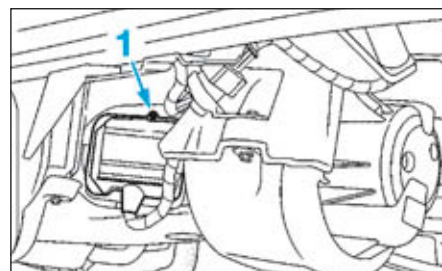

FIG.32
- la vis (1) du couvercle du boîtier de commande de groupe motoventilateur (Fig.32),